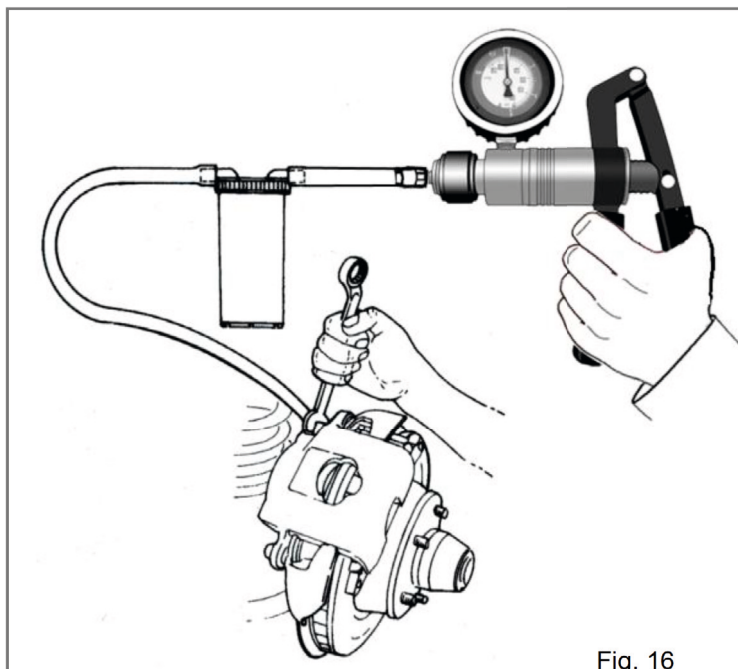

Fig. 16
5. Ouvrir le raccord de purge d'environ un quart de tour (fig.16). Laissez le liquide de frein s'écouler jusqu'à ce qu'aucune bulle d'air ne soit visible dans le liquide de frein dans le flexible transparent.